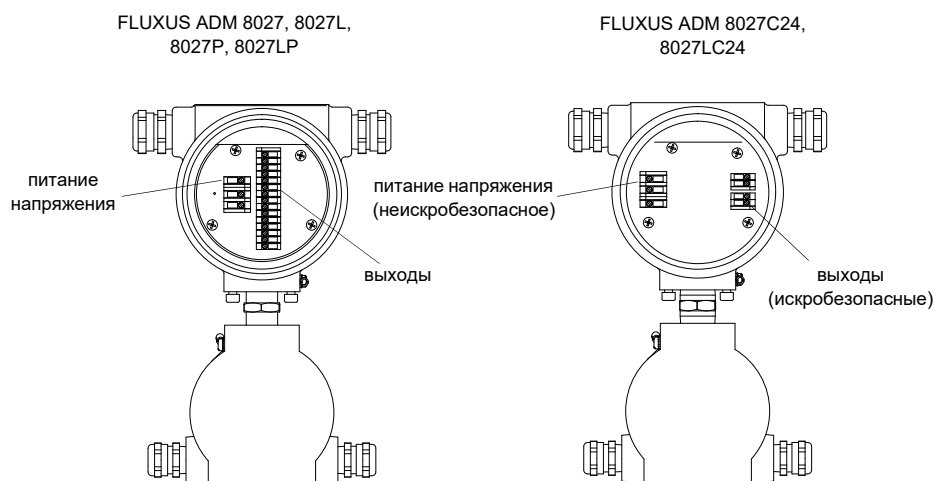

Рис. 6.8: Клеммы для подключения питания напряжения и выходов
- Подключите жилы к клеммам преобразователя в соответствии с напряжением, указанным на фабричной табличке под клеммной колодкой KL1 (смотри Рис. 6.8 и Таб. 6.4).
- Подключите жилы выходного кабеля к клеммам преобразователя (смотри Рис. 6.8 и Таб. 6.5).